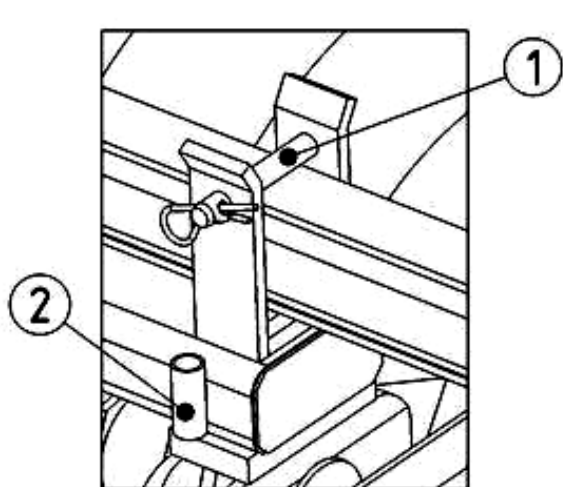

Рисунок 10.
- Установить 2 предохранительных пальца (1) (рис. 10) для фиксации боковых рам.
- Разстопорить 2 предохранительных пальца (1) (рис. 10), фиксирующие боковые рамы, поместив их в опоры (2).